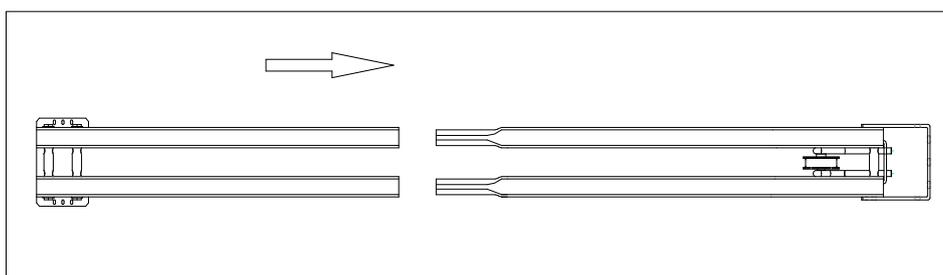

图 3
1. 导轨拼接。将导轨按图 3 所示进行拼接，保证拼接牢固。